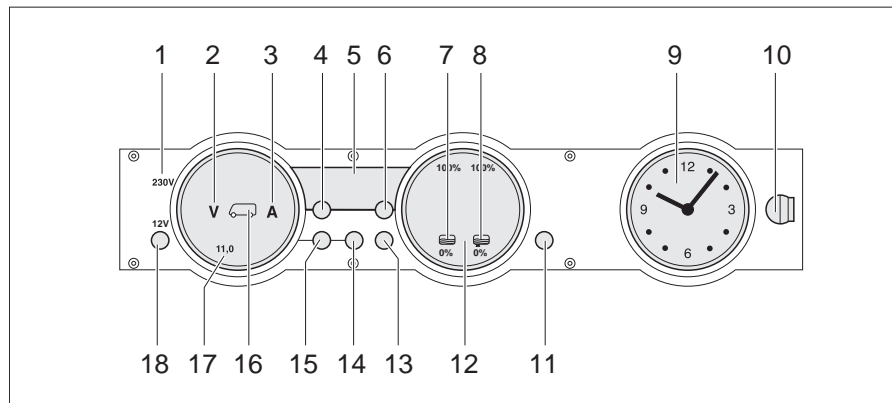

Fig. 170 Panel MP 20-T
La luz de control de 230 V (Fig. 170,1) se enciende cuando hay tensión de red en la entrada del bloque eléctrico.
El interruptor principal de 12 V (Fig. 170,18) conecta y desconecta el panel y la alimentación de 12 V del habitáculo.
Conectar: ■ Pulsar la tecla "12 V" (Fig. 170,18) brevemente. La alimentación de 12 V del habitáculo está conectada. La visualización de control "12 V" está encendida.
- ▷ En caso de que después de la conexión parpadeen tanto el LED "11,0" de la visualización de voltios así como el símbolo Voltios "V" (Fig. 170,2) en el instrumento indicador Baterías (Fig. 170,17), será demasiado baja la tensión de la batería del habitáculo. Cargar la batería.
- ▷ En caso de que después de la conexión parpadeen tres veces la visualización de control "12 V", el símbolo Batería del habitáculo (Fig. 170,16) y el símbolo Voltios "V" (Fig. 170,2), estará activada la separación de batería. Desactivar la separación de batería.
Desconectar: ■ Pulsar la tecla "12 V" (Fig. 170,18) brevemente. La alimentación de 12 V del habitáculo está desconectada. La visualización de control "12 V" se apaga.
- Pulsar la tecla Batería del habitáculo (Fig. 170,14) y mantenerla pulsada aprox. 10 segundos. Los símbolos Voltios "V" (Fig. 170,2) y Amperios "A" (Fig. 170,3) parpadean tres veces. La batería del habitáculo está separada de la red de a bordo de 12 V.
- Pulsar la tecla "12 V" (Fig. 170,18) y mantenerla pulsada aprox. 5 segundos. El símbolo Voltios "V" (Fig. 170,2) parpadeará tres veces. La batería del habitáculo está conectada a la red de a bordo de 12 V. La visualización de control estará encendida durante aprox. 2 segundos.
- Pulsar la tecla Batería del habitáculo "" (Fig. 170,14). El símbolo Voltios "V" (Fig. 170,2) estará encendido. Según la carga o la descarga, el símbolo Amperios "A" estará iluminado de color blanco o rojo. La tensión de la batería y la corriente de la batería del habitáculo se visualizan a través de LEDs en el instrumento indicador.
- Pulsar la tecla Batería del motor de arranque "" (Fig. 170,15). El símbolo Voltios "V" (Fig. 170,2) estará encendido. La tensión de la batería del motor de arranque es visualizada a través de LEDs en el instrumento indicador.
- Pulsar la tecla Depósitos  (Fig. 170,13). Los símbolos Depósito de agua  (Fig. 170,7) y Depósito de aguas residuales  (Fig. 170,8) estarán encendidos. Los niveles de llenado del depósito de agua (escala izquierda) y del depósito de aguas residuales (escala derecha) serán visualizados a través de LEDs en el instrumento indicador.
El símbolo Voltios "V" (Fig. 170,2) y el LED "11,0" parpadearán tan pronto la tensión de la batería caiga abajo de 11 V (medición durante el funcionamiento) y exista el riesgo de una descarga completa.
El símbolo Depósito de agua "☰" (Fig. 170,7) o el símbolo Depósito de aguas residuales "☷" (Fig. 170,8) parpadeará si el depósito de agua está vacío o el depósito de aguas residuales está lleno.
A través del visualizador digital (Fig. 170,5) es posible visualizar la temperatura interior y la temperatura exterior.
- Pulsar la tecla Temperatura interior "🏠" (Fig. 170,4). Indica la temperatura interior.
- Pulsar la tecla Temperatura exterior "🚗" (Fig. 170,6). Indica la temperatura exterior.
El instrumento indicador Reloj (Fig. 170,9) indica la hora. El reloj contiene una batería propia y no está conectado a la red de a bordo de 12 V.